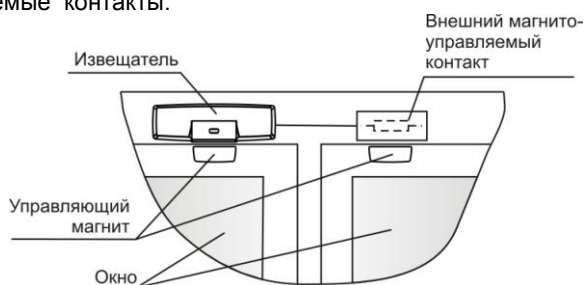

Рисунок 4
8.1.3 Вариант размещения извещателя на окне (рисунок 4). Рекомендуется использовать дополнительные внешние проводные магнитоуправляемые контакты. Извещатель контролирует и встроенный и внешние магнитоуправляемые контакты.